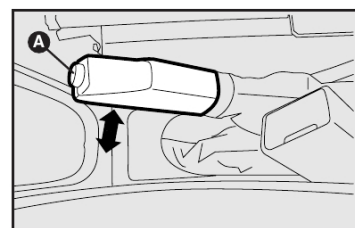

fig. 1
FREIO DE MÃO - fig. 1
- 1) Levantar levemente a alavanca e apertar o botão de desengate **A**-fig. 1.